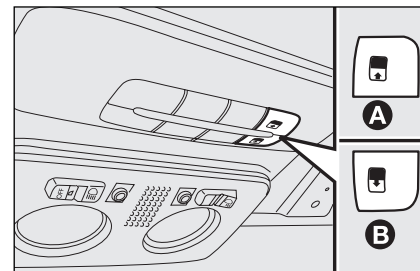

Рис. 77
Закрывание производится в обратном порядке. Люк крыши функционирует, только когда ключ в замке зажигания находится в положение "MAR". Управление люком производится с помощью кнопок **A** и **B**, см. **рис. 77**, расположенных на панели управления около переднего светильника.
Нажмите кнопку **B**, см. **рис. 77** и удерживайте ее для перемещения передней стеклянной панели в положении "Спойлер". Снова нажмите кнопку **B** и удерживайте ее дольше, чем полсекунды для начала движения стекла люка, которое автоматически продолжится до промежуточного положения "Комфорт".
Когда люк полностью открыт, нажмите кнопку **A**, см. **рис. 77**, и если кнопка нажата дольше, чем полсекунды, то люк автоматически переместится в промежуточное положение "Комфорт".
- нажмите и удерживайте кнопку **A**, см. **рис. 77** до полного закрывания люка. Отпустите кнопку;